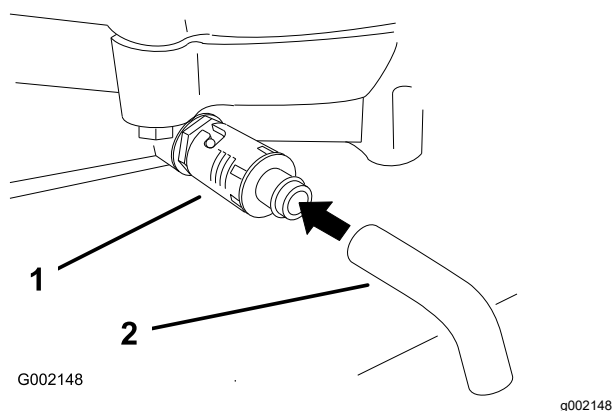

Figura 25
4. Coloque un recipiente debajo del tubo de vaciado. Gire la válvula de vaciado para que se drene el aceite (Figura 25).